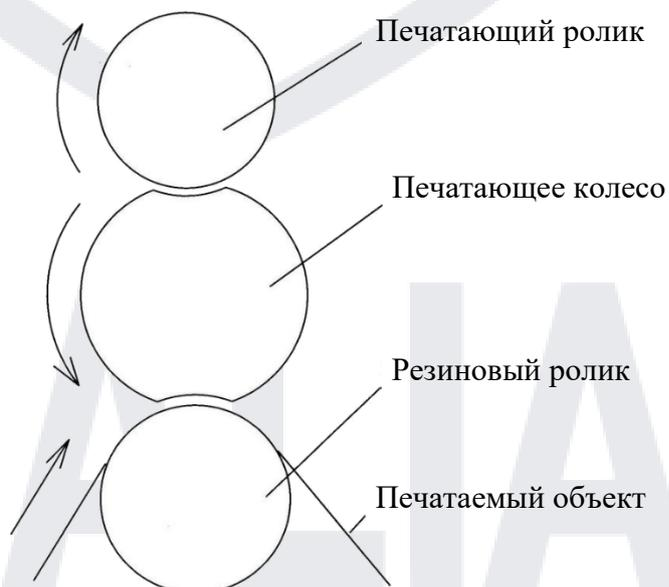

Рис. 3
- 3) После установки кронштейна, упаковочная пленка должна пройти между печатающим колесом печатающей головки и красящим роликом (Рис.3)
- 1) Отрегулируйте позицию печатающей головки и красящего ролика (печатающего ролика), установите печатающее колесо в позицию, где между ним печатающим роликом и резиновым роликом сохраняется расстояние, как на Рис.3, в противном случае машина не будет печатать. При печатании печатающее колесо должно находиться максимально близко к резиновому ролику, в противном случае машина также не будет печатать.